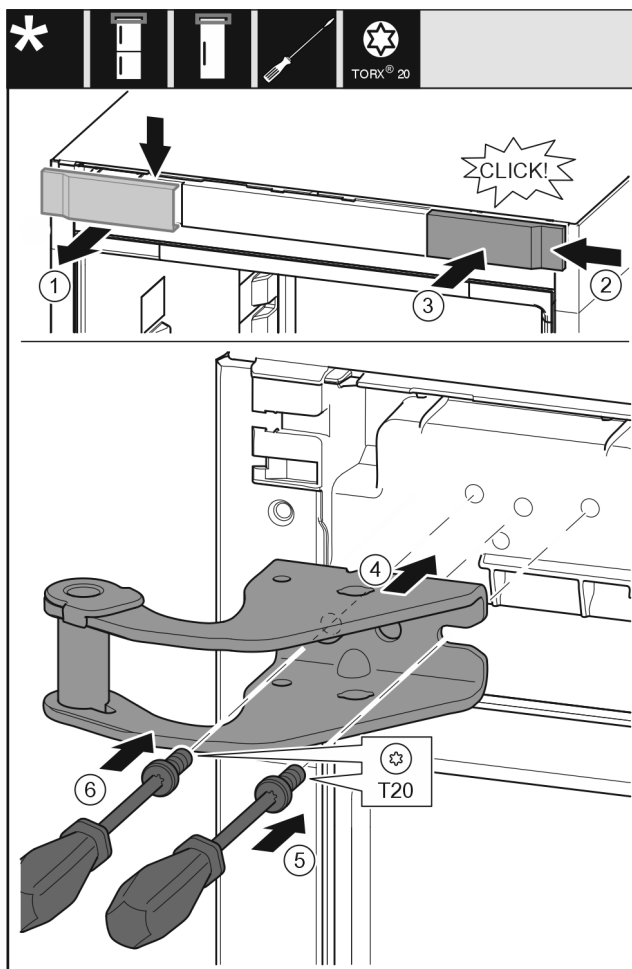

Fig. 14
- Свалете капака Fig. 14 (1) от горе напред.
- Закачете капака Fig. 14 (2), завъртян на 180°, от другата страна отдясно.
- Фиксирайте капака Fig. 14 (3).
- Поставете горната лагерна стойка Fig. 14 (4).
- С отвертка поставете винта Fig. 14 (5) и го затегнете.
- С отвертка поставете винта Fig. 14 (6) и го затегнете.